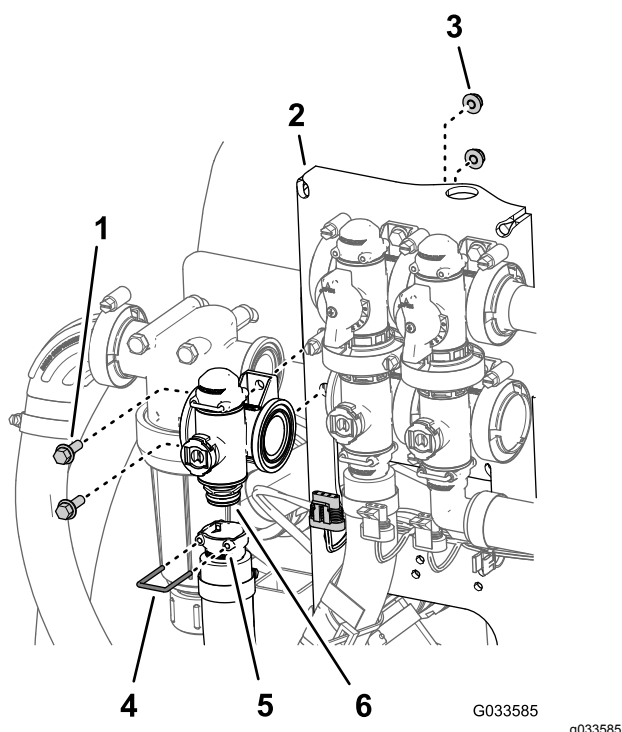

Рисунок 114
- Снимите держатель, который крепит выпускной штуцер к муфте коллектора клапана управления нормой внесения (Рисунок 114).
- Отверните 2 болта с фланцевыми головками ($\frac{1}{4} \times \frac{3}{4}$ дюйма) и 2 фланцевые контргайки ($\frac{1}{4}$ дюйма), с помощью которых клапан управления нормой внесения присоединяется к опоре крепления клапанов, и снимите коллектор клапана с машины (Рисунок 114).